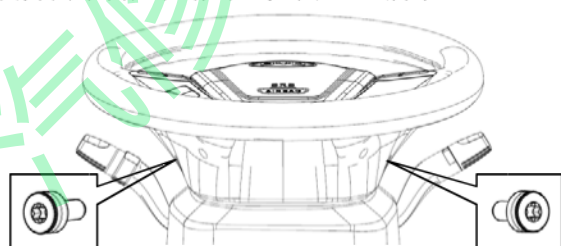

图 4-14
① 对齐转向盘两侧的小圆孔，用 TX30# 套筒松开两个内六角螺钉。如图 4-14 所示。